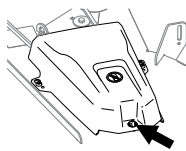

Рисунок 6
4. Потяните вверх боковую сторону крышки с сальником и снимите крышку. (Рисунок 6).